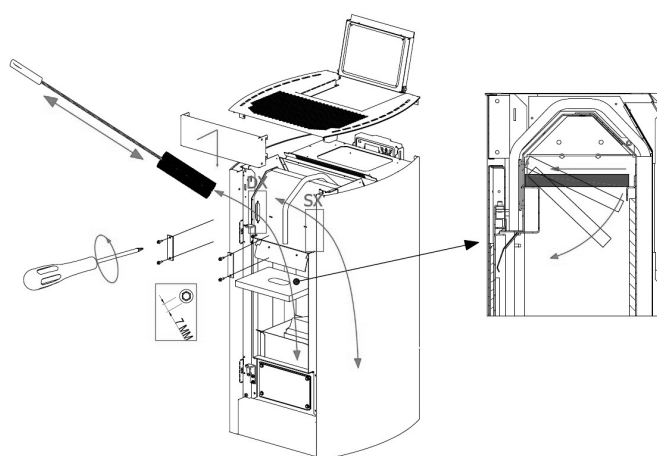

Fig. 84 - Czyszczenie
- Wysunąć deflektor górny (patrz **Fig. 84**), zassać ewentualny popiół i oczyścić ściany wewnętrzne komory spalania.